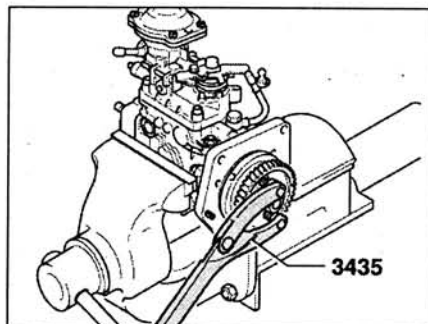

Рис. 3.45. Установите приспособление 3435 на болты.
3. Установите приспособление 3435 на болты (рис. 3.45).